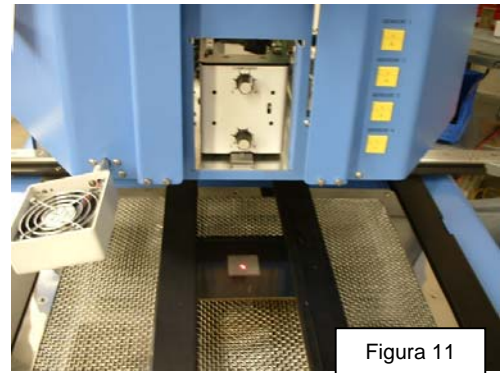

Figura 11
- v. Alinee la PCB de modo que la luz láser roja quede aproximadamente centrada sobre el componente BGA. (Figura 11)